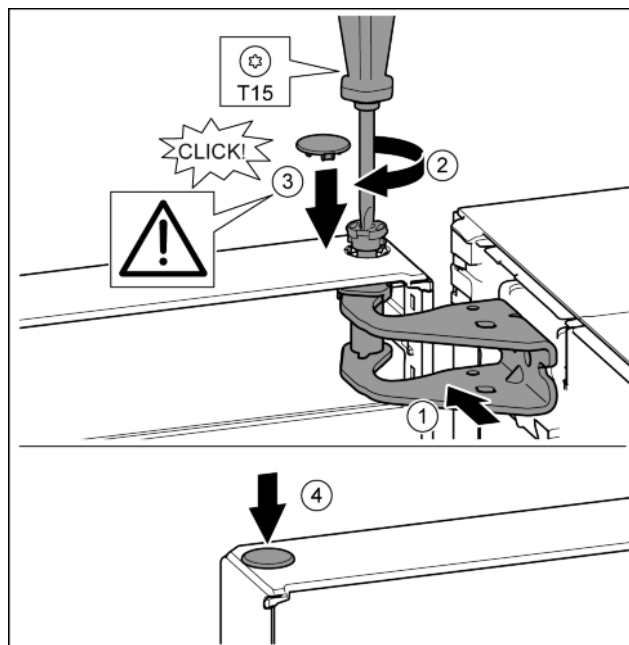

Fig. 23
- Poravnajte gornja vrata prema otvoru u podlošku ležaja. Fig. 23 (1)
- Umetnite svornjak i zavijte odvijačem T15. Fig. 23 (2)
- Montirajte sigurnosni pokrov radi osiguranja vrata: Umetnite sigurnosni pokrov i provjerite naliježe li na vrata. U protivnom u potpunosti umetnite svornjake. Fig. 23 (3)
- Umetnite čep. Fig. 23 (4)